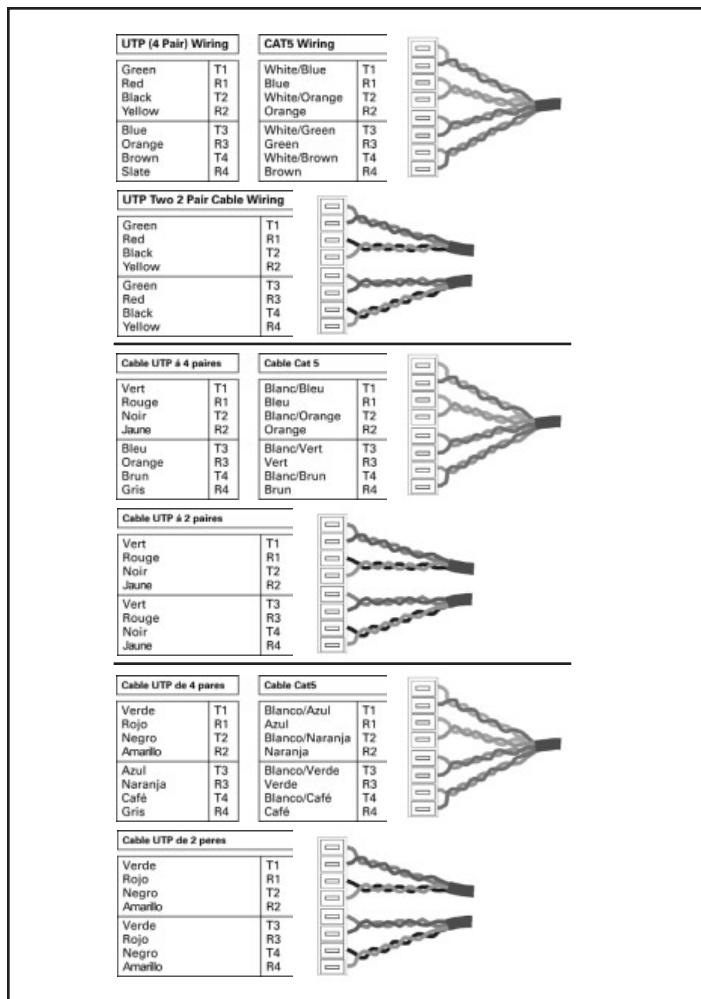

Figure 3. Wiring the Sequence/ Séquence de câblage/Secuencia de cableado
7. Separate the colored wire pairs. Do not strip the colored wires. Insert each wire pair as per **Figure 3** into its corresponding slot on the connector marked **IN**. To ensure a tight connection use a punchdown tool. Repeat the procedure for all pairs. (See **Figure 7**.) **Note:** **Figure 3** details the sequence in which the multi-colored wire pairs are to be connected, depending on whether your incoming telephone wire is a UTP 2 Pair, UTP 4 Pair or CAT5 Wire.
This unit is a series device. The color codes in **Figure 3** are used for reference only. For proper device operation, the inputs need to match the outputs. This unit requires no maintenance. If your telephone does not have a dial tone, check the CHSPTEL module. If there is visible damage or if removing the CHSPTEL module from the circuit results in a dial tone, replace the unit.
7. Séparez les paires. Ne dénudez pas les fils de couleur. Introduisez chaque paire à travers la fente correspondante (voir **Figure 3**) jusque dans le connecteur marqué **IN**. Servez-vous d'un outil d'insertion pour consolider le branchement. Répétez pour les autres paires (voir la **Figure 7**). **Remarque:** la **Figure 3** détaille l'ordre de branchement des paires multicolores, selon que le câble téléphonique est de type UTP 2, UTP 4 ou CAT5.
Cet appareil est un dispositif de série. Les codes couleur de la **Figure 3** ne sont que pour référence. Les entrées doivent correspondre aux sorties pour que l'appareil fonctionne correctement. Le module ne nécessite aucun entretien. Si votre téléphone n'a pas de tonalité, inspectez le module CHSPTEL. En cas de dégâts visibles, ou si vous notez que le retrait du module permet d'entendre la tonalité, remplacez le module.